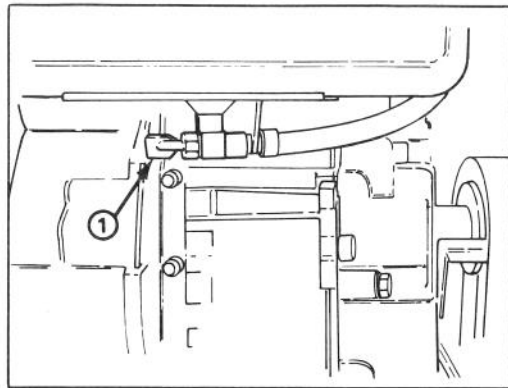

Abbildung 11
Benzinhahn (Abb. 11)—Der Benzinahn befindet sich unten am Kraftstofftank. Den Benzinahn schließen, um den Kraftstofffluß vom Kraftstofftank zu stoppen. Den Hahn öffnen, damit das Benzin in den Vergaser fließen kann. Den Benzinahn schließen, wenn die Fräse nicht im Betrieb ist.
2. Den Benzinhahn unter dem Kraftstofftank öffnen (Abb. 11).